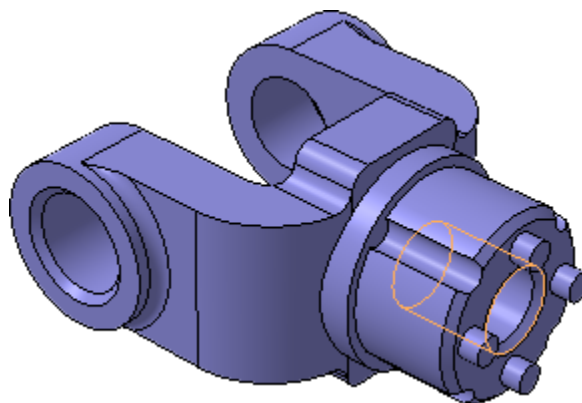

Рисунок 85.
- Нажмите кнопку Создать объект . (рис. 85).